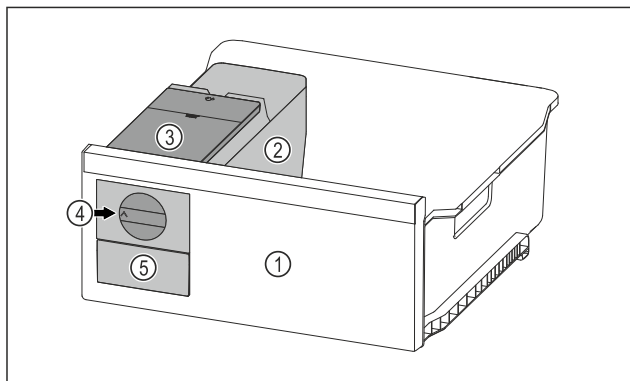

Fig. 155 Przykładowa prezentacja
- ▶ Pokrętko Fig. 155 (4) obrócić zgodnie z ruchem wskazówek zegara.
- ▷ Kostki lodu wypadają do pojemnika na kostki lodu w szufladzie na kostki lodu Fig. 155 (5). Jeżeli nie wszystkie kostki lodu zostaną zwolnione z pojemnika na kostki lodu: